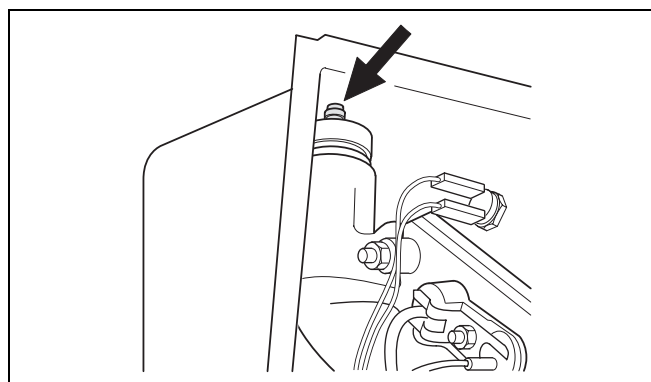

Fig. 16 Disaeratore automatico
- Avvitare di un giro la calotta di protezione del disaeratore automatico (fig. 16).